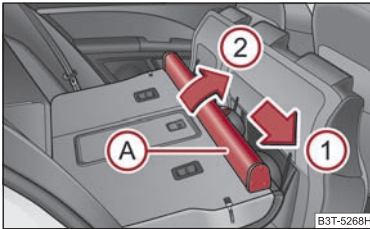

Abb. 95 Rücksitze: Netztrennwandgehäuse
- Schieben Sie das Netztrennwandgehäuse (A) ⇒ Abb. 95 in Pfeilrichtung ① und nehmen Sie es aus der Aufnahme der Rücksitze in Pfeilrichtung ② heraus.